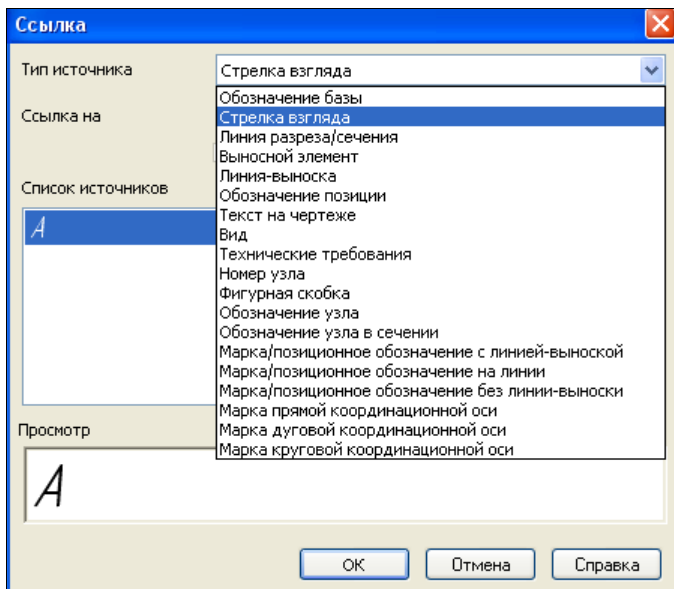

Рис. 48.6. Диалоговое окно **Ссылка**
- ♦ из Строки меню вызовите команду **Вставка ► Ссылка**. Система выведет на экран диалоговое окно **Ссылка** (рис. 48.6). В окне **Тип источника** раскройте список источников ссылки;